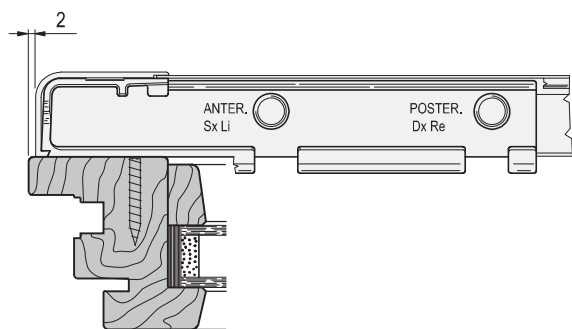

fig. 2
- 1) Regolare la dima foratura carrelli art. M02030.00.02 (a) considerando che, con  $X=34$  (fig. 1), la copertura dei carrelli rimane a 2 mm di distanza dal filo battuta anta (fig. 2).